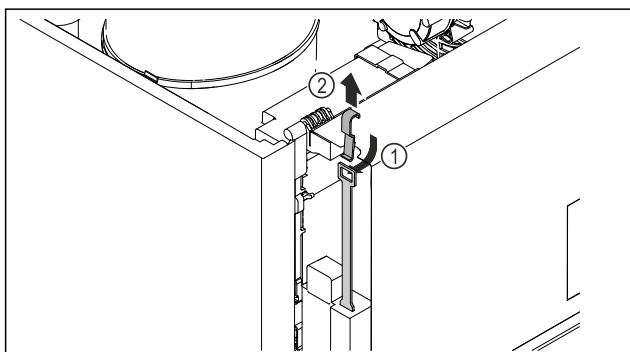

Fig. 209
- Vložte klíč pro nouzové odblokování shora Fig. 209 (1), zahákněte jej za zámek a vytáhněte nahoru Fig. 209 (2).